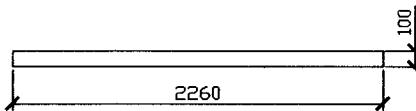

图 1-9 绘制矩形
(1) 单击【绘图】工具栏中的【矩形】工具 ，绘制一个长为 2260，宽为 100 的矩形，如图 1-9 所示。